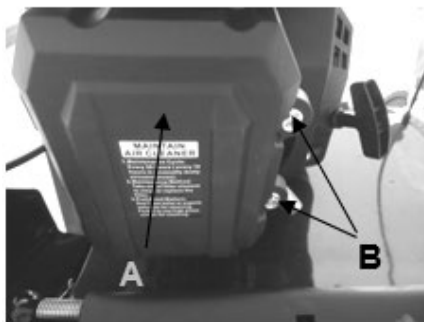

Fig.12A
1. Draai de twee schroeven aan de zijkant van het filterdeksel los. (Afb.12A)
2. Verwijder het deksel. (Afb.12A)